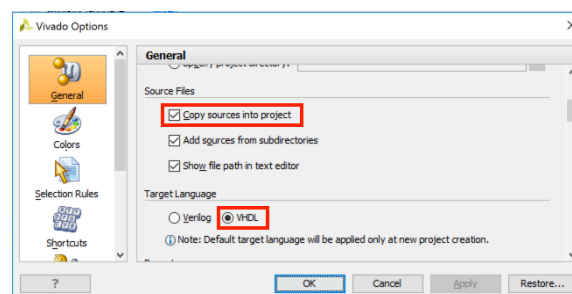

Figura 5. Opções do Vivado: Configuração
3.5. Clique *Tools→Options...* e verifique se a opção *Copy sources into Project* está ativada na secção *Source Files* e a opção *VHDL* na secção *Target Language*. Clique *OK* (Figura 5).